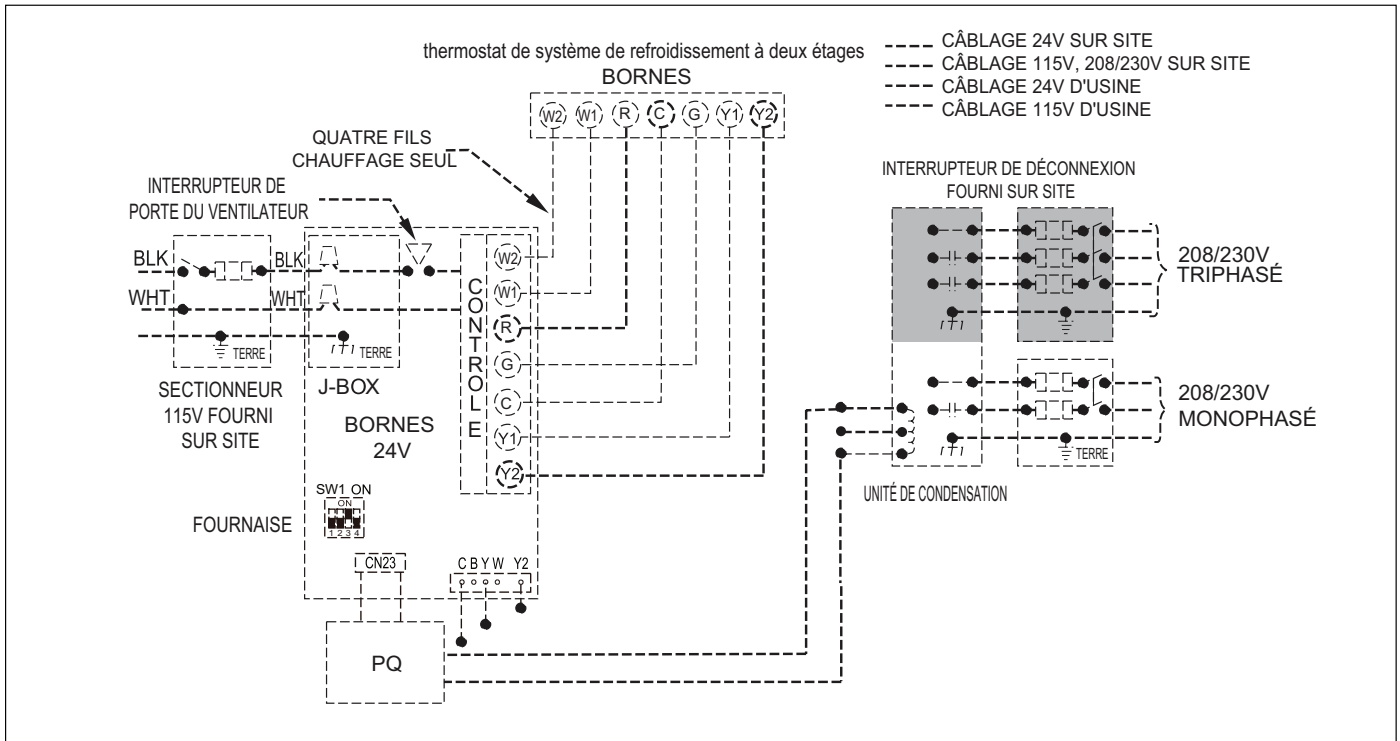

Figure 48 Schéma de Câblage Basse Tension - Mode communicant (par défaut)
12. Terminez le câblage et l'installation du boîtier électrique. Connectez les fils de tension de ligne comme illustré à la Figure 48 ou 49. Utilisez les meilleures pratiques (NEC aux États-Unis et CSA C22.1 au Canada) pour les traversées de câbles, les décharges de traction, etc.
5. Connectez les fils de tension de ligne comme indiqué sur la Fig. 48.
- Maintenez le câblage 115V et la mise à la terre. Une polarité incorrecte entraînera un clignotement rapide de la LED et le non-fonctionnement de la fournaise (Voir Figures 48 et 49).
- Effectuez les connexions des fils du thermostat sur le bornier 24V du contrôle de la fournaise. Le fait de ne pas effectuer les connexions correctement entraînera un fonctionnement incorrect (Voir Figures 48 et 49).